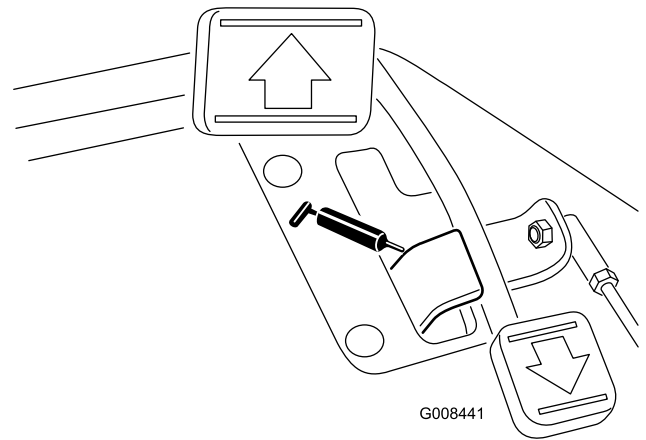

Bild 35
- Fahrpedal-Drehlager (1) (Bild 35)